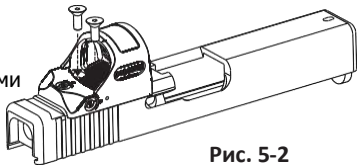

Рис. 5-2
3. Винтами из комплекта прицела или из комплекта кронштейна закрепите оптику на затворе. (Рис. 5-2)